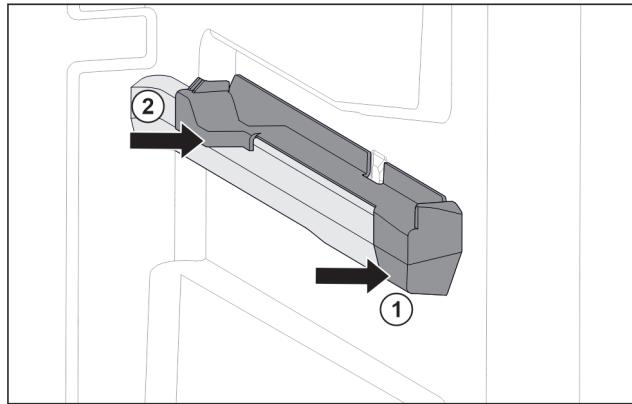

Fig. 74 Вставная часть на правом контейнерном ребре
- Наденьте вставную часть спереди на контейнерное ребро. Fig. 74 (1)
- Нажмите на вставную часть сзади. Fig. 74 (2)